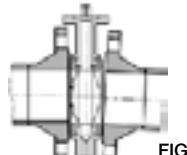
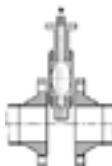
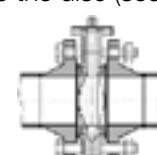
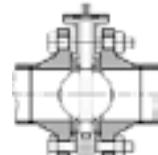

FIG 4
FIG 5
FIG 6
FIG 7
- Man bør under ingen omstændigheder montere ventilen mellem ikke-parallelle flanger. Akserne af rørledningen og butterflyventilen skal tilpasses. Klappen på en excentrisk butterflyventil kan blive beskadiget (se fig 4). Det er heller ikke tilladt at svejse rørledningen, hvis ventilen er monteret mellem flangerne. Det kan beskadige ventilen. Flangerne bør have tilstrækkelig åbning, således at ventilen let kan placeres mellem flangerne. Klappen skal være lidt åben (se fig 5). Hvis åbningen mellem flangerne er for tæt, kan lineren beskadiges. Fastgør flangeboltene, mens klappen stadig er en smule åben og stram boltene med hånden (se fig 6). Hvis boltene spændes, mens ventilen er lukket, vil lineren blive forkert indspændt. Dette vil øge drejningsmomentet og ventilen kan lække. Åbn nu butterflyventilen helt (se fig 7) og sorg for, at rørledningen er justeret korrekt. Boltene krydsspændes jævnt.
- Under no circumstances should the valve be installed between non-parallel flanges. The axes of the pipeline and the butterfly valve must be aligned. The disc of an eccentrically mounted butterfly valve can be damaged (see fig 4). It is also not allowed to weld the pipeline if the valve is mounted between the flanges. This could permanently damage the valve. The flanges should have sufficient opening so that the valve can easily be placed between the flanges. The disc should be slightly open (see fig 5). If the opening between flanges is too close the liner could be damaged. Insert the flange bolts while the disc is still a bit open and tighten the bolts by hand (see fig 6). If the bolts are tightened while the valve is closed, the liner will be incorrectly tensioned. This will increase the torque and the valve can leak. Open the butterfly valve completely (see fig 7) and make sure the pipeline is aligned properly. Tighten the bolts evenly crosswise.